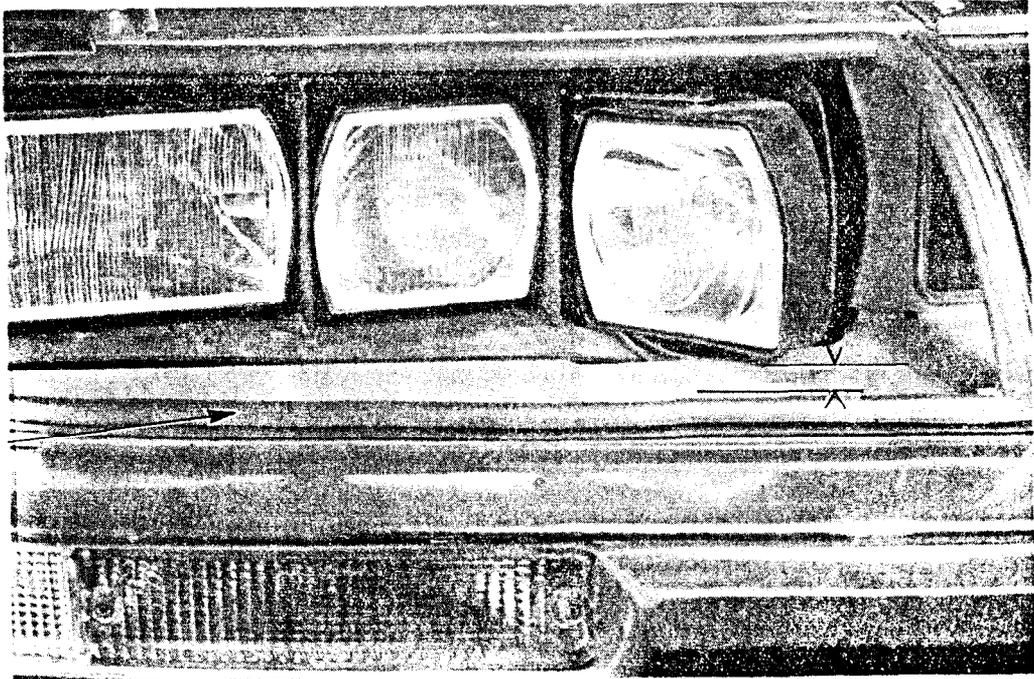

Abb. 2
2. Prüfen, ob der Ausschlag der Scheinwerfergehäuse im Beleuchtungskasten über ausreichend Spiel verfügt, (s. Abb. 2). Falls erforderlich, Halterungen für die Stossstange neu einstellen, um das benötigte Spiel zu erreichen (s. Abb. 3)